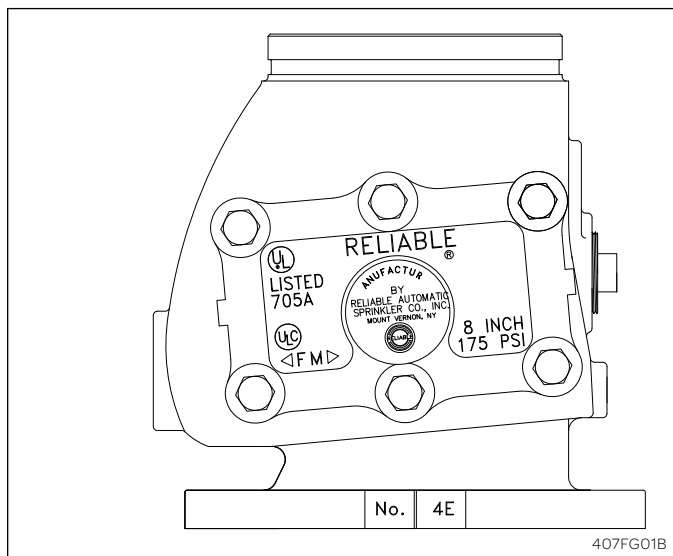

Abb. 1
- b. US-Standard geflanschte Ein- und genutete Auslässe (Abb. 1):